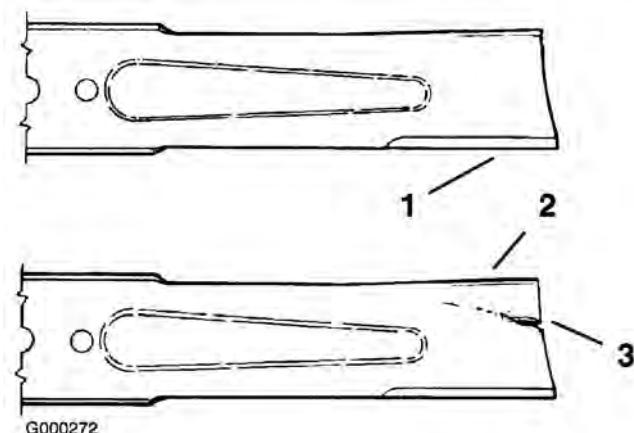

Figure 55
1. Examinez le tranchant des lames (Figure 55). Si les lames ne sont pas tranchantes ou si elles présentent des indentations, déposez-les et aiguissez-les (voir Aiguisage des lames).
2. Inspectez les lames, surtout la partie incurvée (Figure 55). Remplacez immédiatement toute lame endommagée, usée ou qui présente une entaille (Figure 55).